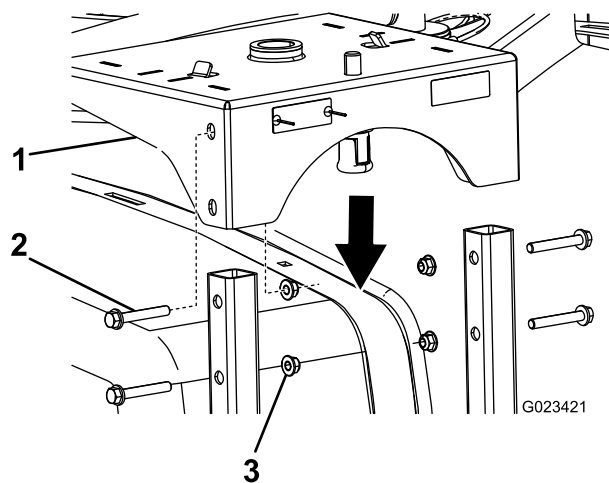

Figure 3
3. Abaissez la base du dévidoir sur les cadres et fixez-les avec 4 longs boulons (3/8 po) et 4 écrous à embase (3/8 po), comme montré à la Figure 3.